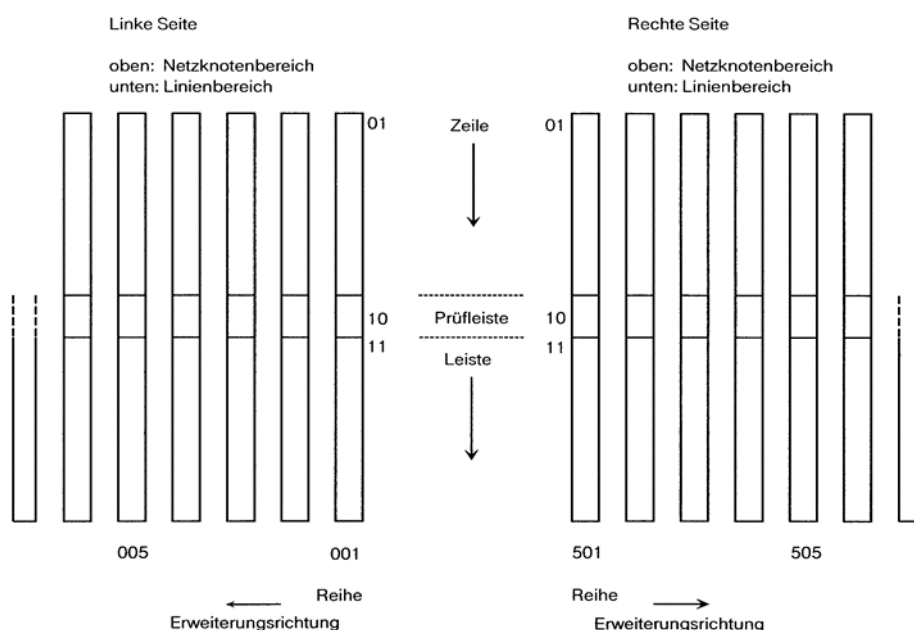
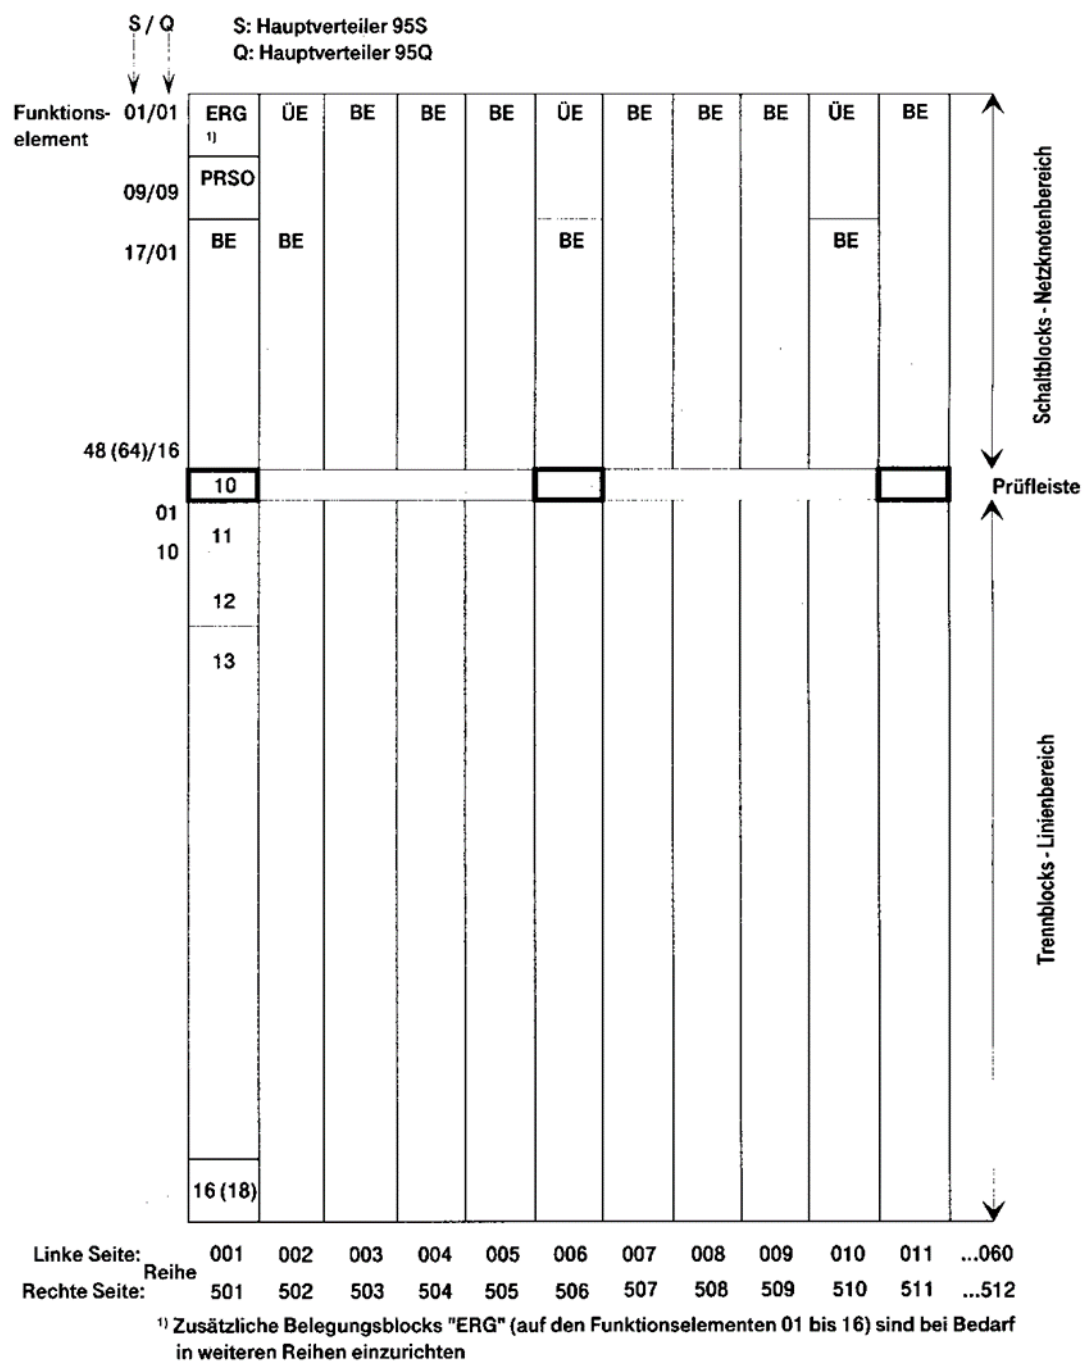

Abbildung 20: HVt 95 – Zählweise am Gestell
Abbildung 24: HVt 95 – Belegungsbereiche
- 2) Dabei sind die Zählweisen, Beschaltungsnummern und Belegungsbereiche (*Abbildung 20 bis Abbildung 24*) des HVt 95 zu beachten.
- 2) Dabei sind die Zählweisen, Beschaltungsnummern und Belegungsgebiete (*Abbildung 20* bis *Abbildung 24*) des HVt 95 zu beachten.